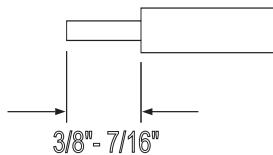

Figure 5
5. Strip black and white wire leads to expose 3/8"-7/16" of bare metal. **See Fig. 5**
4. Si équipé d'une bague anti-traction, laissez les vis lâches pour permettre l'installation du câble d'alimentation. Insérez la partie fileté du connecteur dans le trou de la plaque d'accès et fixez-la solidement avec un écrou hexagonal, en serrant. Remarque: Positionnez le connecteur avec les têtes de vis qui s'y trouvent face vers le bas lorsqu'elles sont installées sur le dispositif. **Voir la Figure 5.**